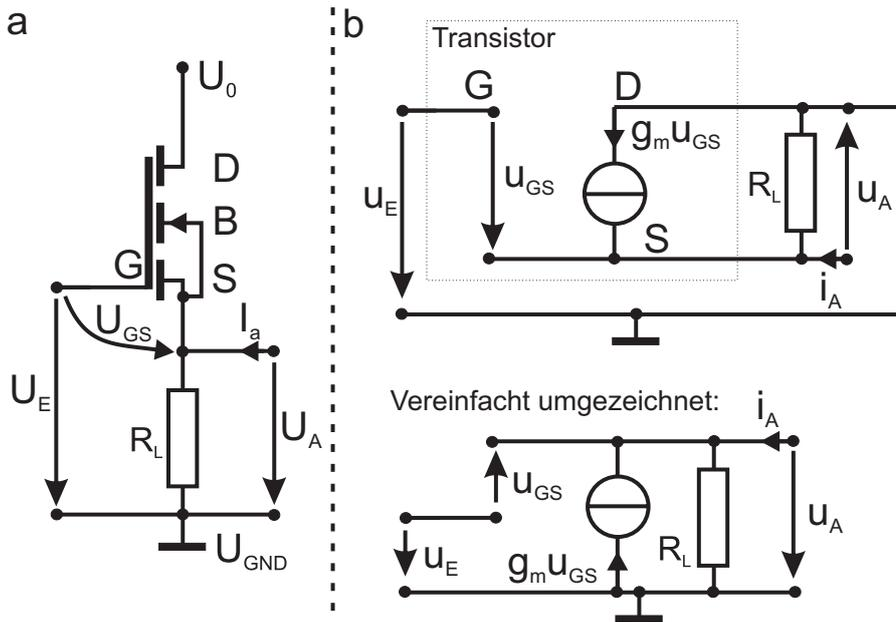

Abb. 4.3: a) Sourcefolger und b) Kleinsignal-Ersatzschaltbild
4.3 a) Ersatzschaltbild siehe Abb. 4.3.
c) Siehe Abb. 4.3.